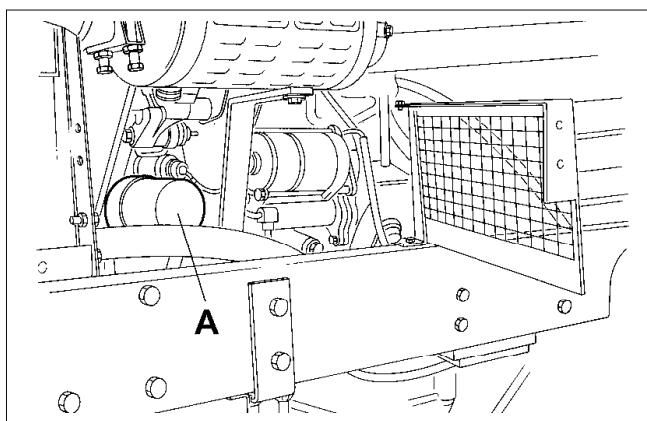

Fig.27
- Fjern indsatsen (A Fig. 27) fra motoren ved at skrue den løs og smide den væk.
- Skruva ut patronen (A fig. 27) ut motorn och kassera den.